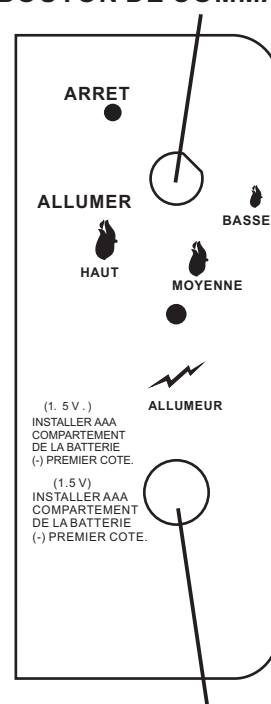

Figure 8
1. Prendre le panneau de contrôle et de la bougie. Assurez-vous que le bouton de commande est en position « Arrêt ». Voir la Figure 8. ouvrir la porte du réservoir et ouvrez le robinet du réservoir complètement.